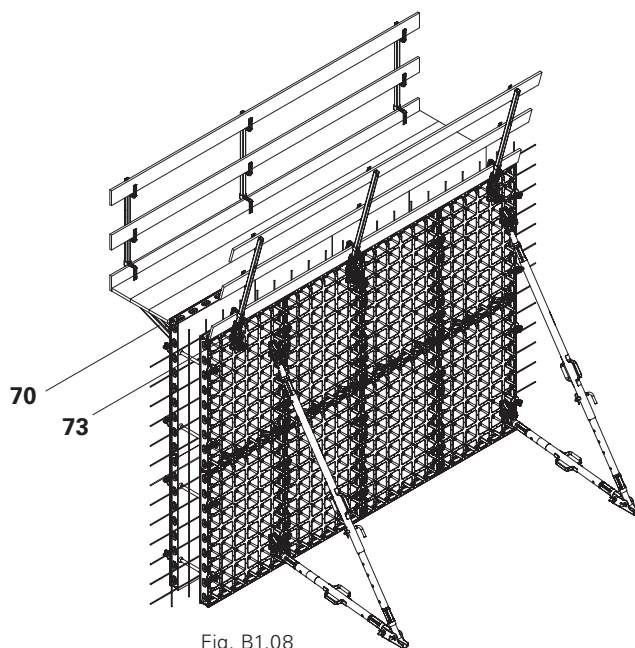

Fig. B1.08
1. Monter console DUO 70 (70) et support de garde-corps DUO (73). (Fig. B1.08), voir chapitre B4.
Depuis une console de travail sûre. (Fig. B1.08)